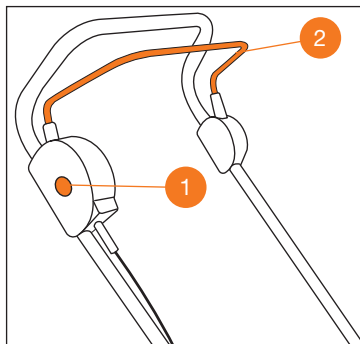

Рис. 13
- Нажмите кнопку блокировки включения 1 и прижмите рычаг включения двигателя 2 к рукоятке (Рис. 13). Двигатель заработает и нож начнёт вращение.
- Для остановки двигателя отпустите скобу включения двигателя 2 (Рис. 13).